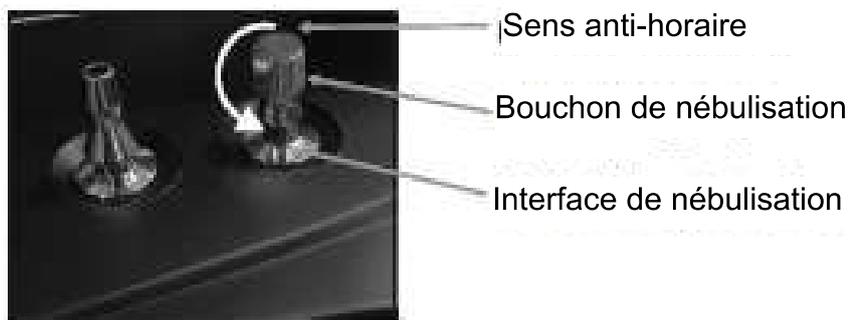

Figure 7 : Nébulisation
- ▶ Tirez le bouchon de nébulisation vers le haut jusque sur l'interface de nébulisation. (Figure 7)